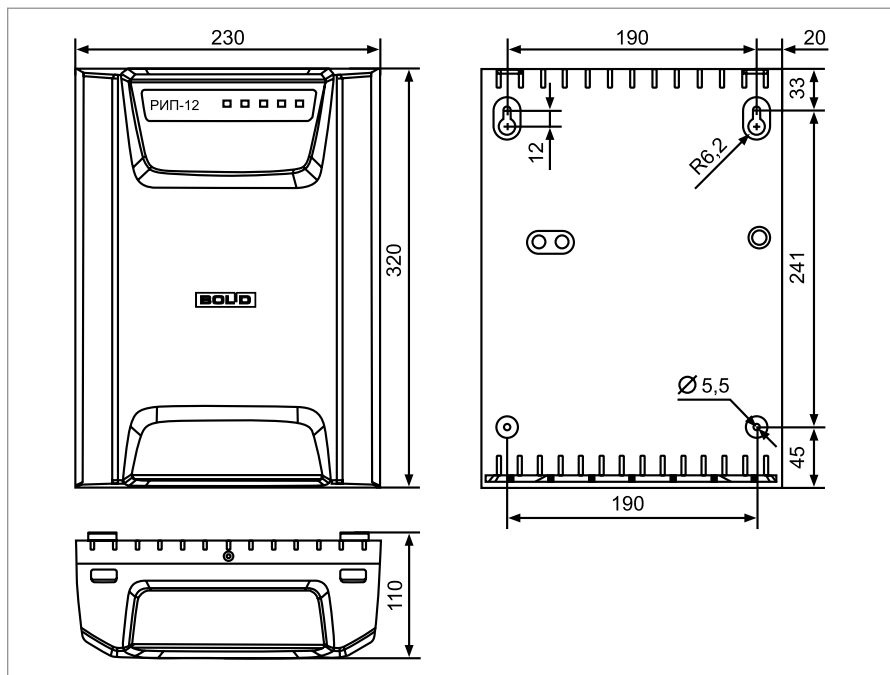

Рисунок 8. Внешний вид, габаритные и установочные размеры РИП
1. Наметьте на стене места для четырёх установочных отверстий в соответствии с габаритным чертежом (см. Рисунок 8). Просверлите отверстия.